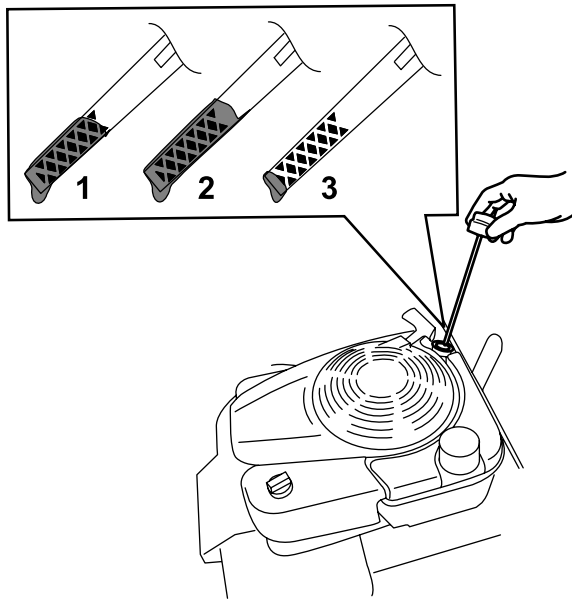

Bild 29
3. Entfernen Sie den Peilstab, indem Sie den Deckel nach links drehen und herausziehen (Bild 29).
10. Lesen Sie den Ölstand am Peilstab ab (Bild 29).